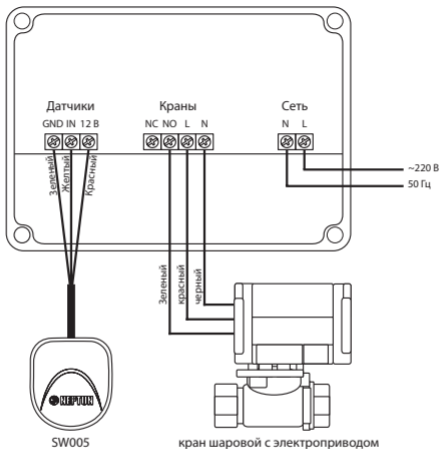

Рис.2 Схема подключения кранов шаровых с электроприводом серии HC 220 В к модулю управления Neptun Base
К модулю управления Neptun Base подвести фазу и ноль согласно схеме подключения (рис. 2, 3, 4).
2. Выполните соединение проводов в соответствии со схемой подключения, в зависимости от того, какие краны с электроприводом вы используете (рис. 2, 3 или 4);